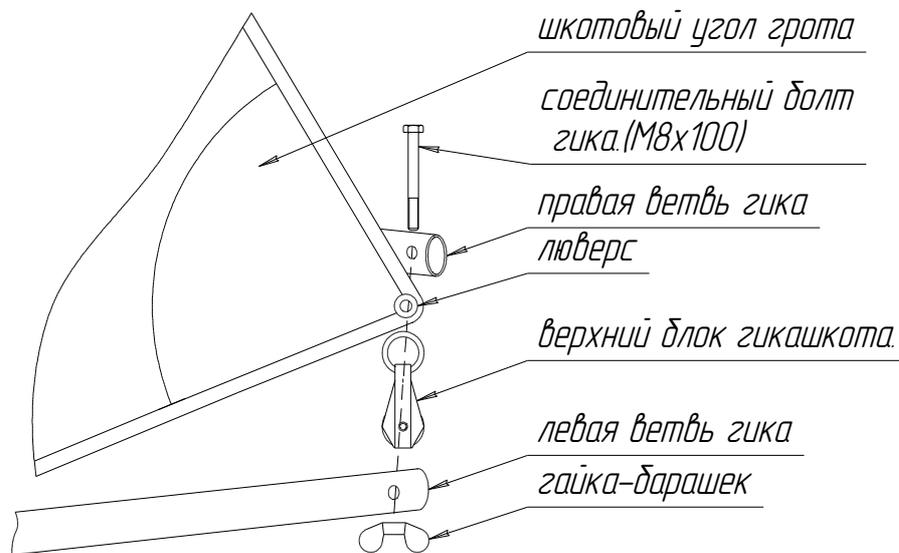

рис.15. Крепление шкотового угла грота к гика.
5. Соберите шкотовый (задний) узел гика согласно рис.15.